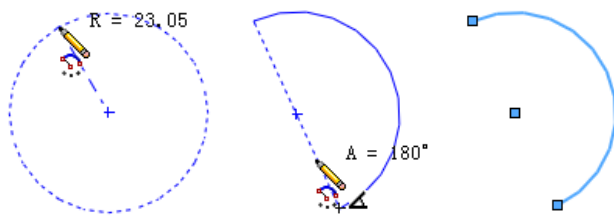

图 2-11 三点圆弧
(1) 单击“草图”工具栏中的“三点圆弧”按钮，或执行“工具”→“草图绘制实体”→“三点圆弧”菜单命令，此时指针变为形状。
(2) 单击圆弧的起点位置，出现“圆弧”属性管理器。
(3) 拖动鼠标到圆弧结束的位置。
(4) 释放鼠标。
(5) 拖动鼠标以设置圆弧的半径，必要的话可以反转圆弧的方向。
(6) 释放鼠标。
(7) 在“圆弧”属性管理器中进行必要的变更，然后单击“确定”按钮即可，结果如图 2-11 所示。